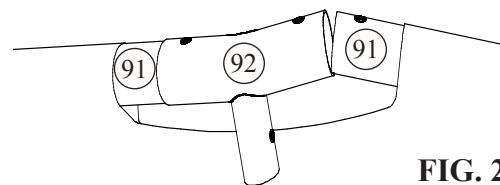

FIG. 2
3. À la dernière connexion, installez le dernier Raccord-Té sur l'extrémité d'une poutre. Soulevez les deux dernières Poutres pour former un angle entre elles qui facilitera l'introduction de leur extrémité dans le Raccord-Té en abaissant les deux poutres ensemble. **Fig. 2**. Cette opération peut nécessiter deux personnes. Maintenant commencez à placer les Goupilles (93) par le haut des Raccords-Té jusqu'à ce que chaque Goupille s'enclenche en place dans le Raccord-Té, comme dans **Fig. 3**.